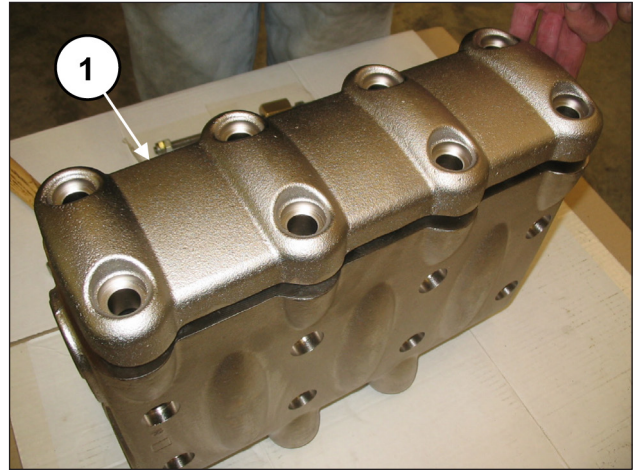
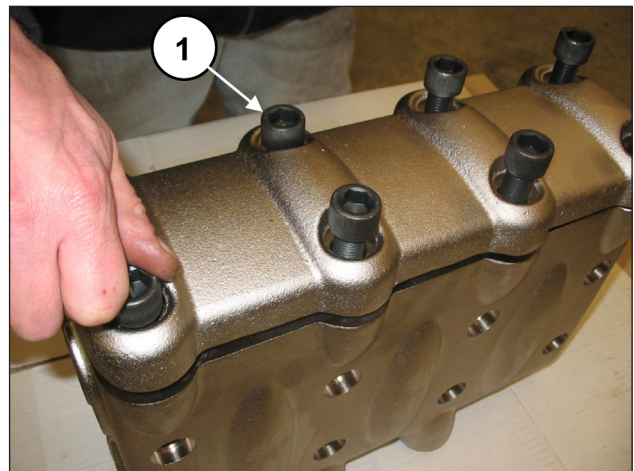

Fig. 132
Fig. 133
Après avoir monté les groupes soupape et le bouchon de la soupape, poser le couvercle des soupapes (rep. ①, Fig. 132) et serrer les 8 vis M16x55 (rep. ①, Fig. 133).